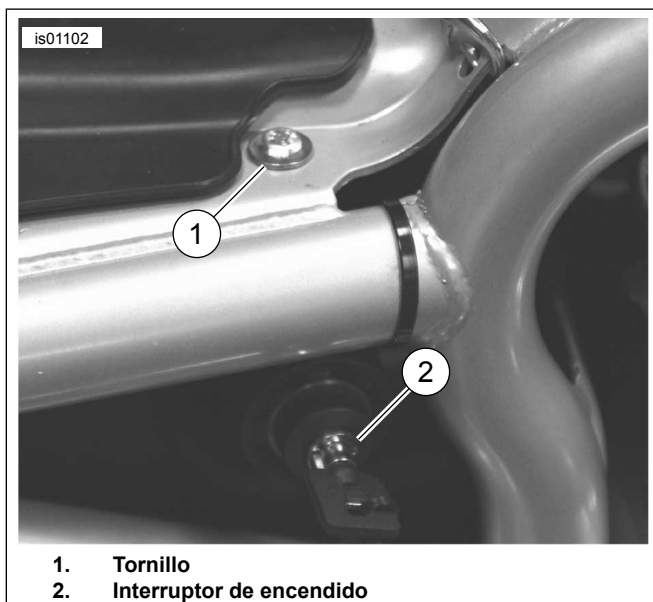

Figura 5. Conexión a tierra (modelos V-Rod de 2006 y anteriores)
1. Vea Figura 5. Extraiga el tornillo (1, debajo del asiento) que sujeta el interruptor de encendido (2) al lado derecho de la estructura.